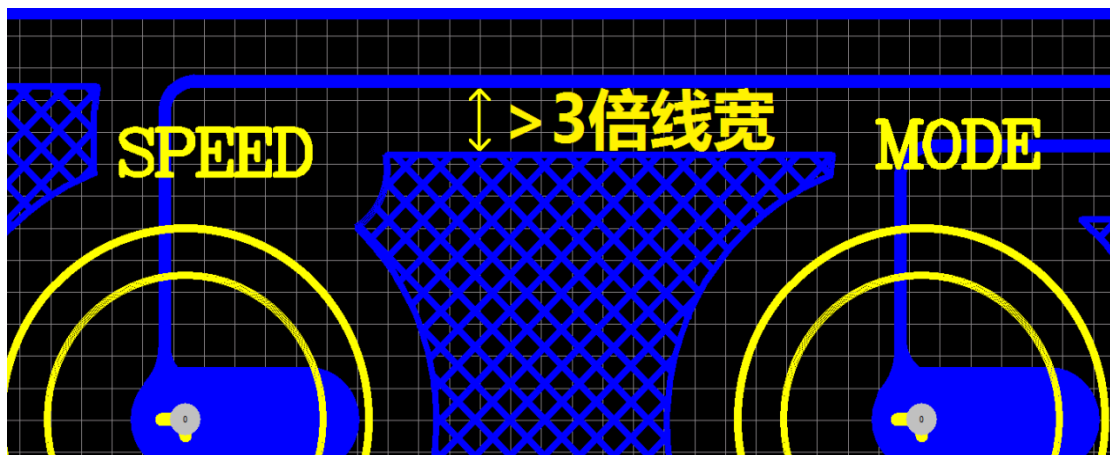

图 21
3) GND 覆铜与触摸走线的间距要 3 倍触摸走线的线宽以上。如图 21 所示：